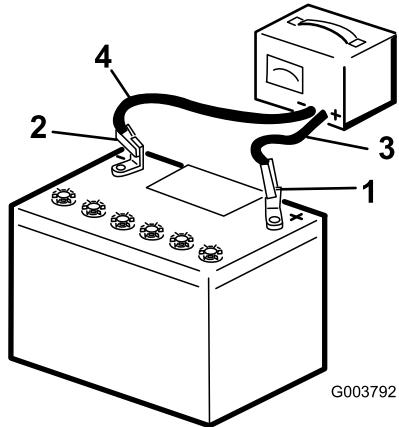

Figura 78
3. Collegate il cavo di ricarica positivo al polo positivo della batteria (Figura 78).
4. Collegate il cavo di ricarica negativo al polo negativo della batteria (Figura 78).
6. Quando la batteria è completamente carica, staccate il caricabatteria dalla presa elettrica e scollegate i cavi di ricarica dai poli della batteria (Figura 78).